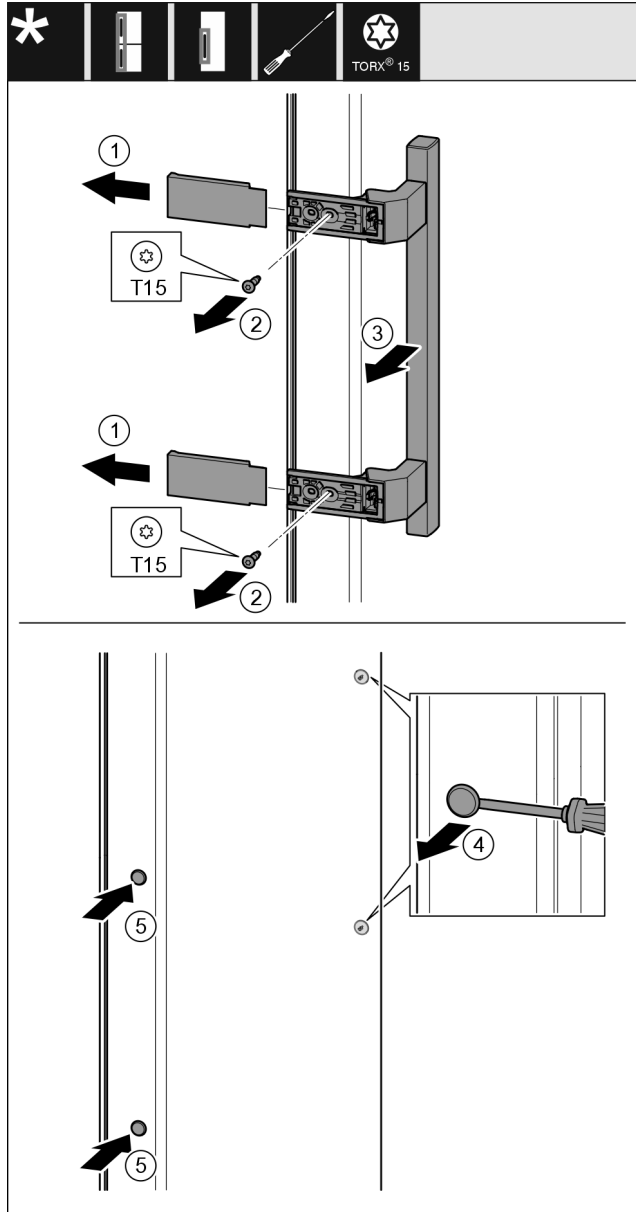

Fig. 24
- Afdekking Fig. 24 (1) wegtrekken.
- Schroeven Fig. 24 (2) met een schroevendraaier er uit draaien.
- Greep Fig. 24 (3) wegnemen.
- Til de zijplug voorzichtig Fig. 24 (4) op met een platte schroevendraaier en trek hem er uit.
- Plug Fig. 24 (5) aan de andere kant er weer insteken.